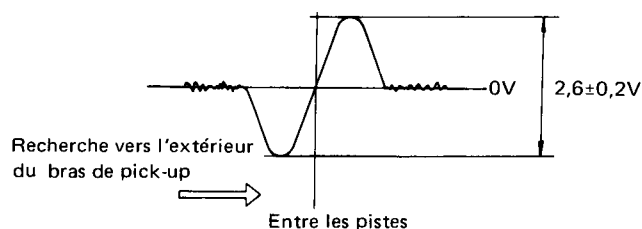

Fig. 9-5 Indication de forme ondulatoire de l'oscilloscope
6. La forme ondulatoire montrée dans la Fig. 9-5 doit être obtenue dans les sections entre les pistes 8 et 9, et 10.